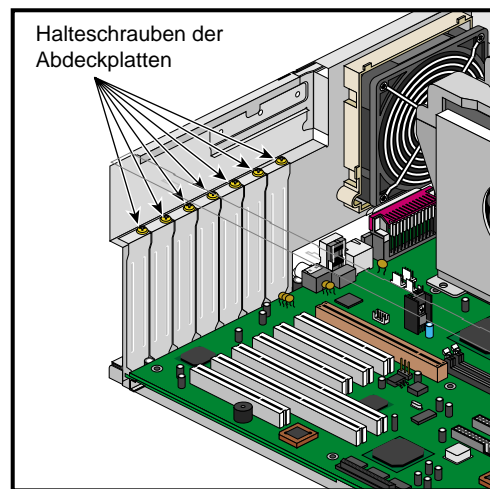

Abbildung 2-25 Lage der Halteschraube für die Erweiterungssteckplatz-Abdeckplatte
- Ziehen Sie die Halteschraube wie in Abbildung 2-25 gezeigt an.
- Lösen Sie die in Abbildung 2-25 gezeigte Halteschraube.